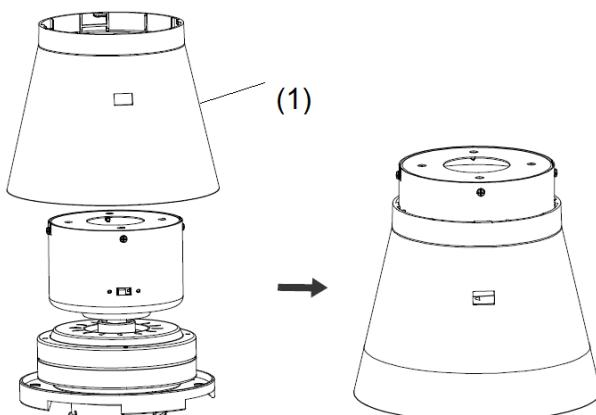

Fig. 3
- Instale la carcasa del motor (1) al conjunto del motor. (Fig. 3)